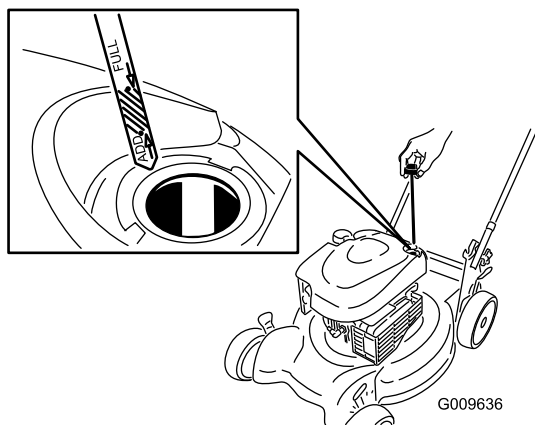

Figura 18
2. Retire la varilla (Figura 18).
4. Vierta **lentamente** aceite en el tubo de llenado hasta que el nivel llegue a la marca "**Full**" (lleno) de la varilla (Figura 18). **No llene demasiado.** (Capacidad máxima: 0,59 l (20 onzas), tipo: SAE 30, aceite detergente con clasificación de servicio API SF, SG, SH, SJ, SL o superior.)